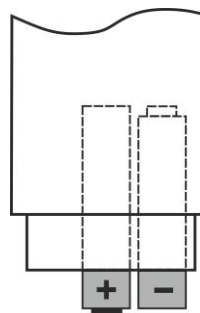

Fig. 11: Sostituzione batterie
3. Inserire le batterie nuove dello stesso tipo (vedere § 7.2) rispettando le polarità indicate (vedere Fig. 11)